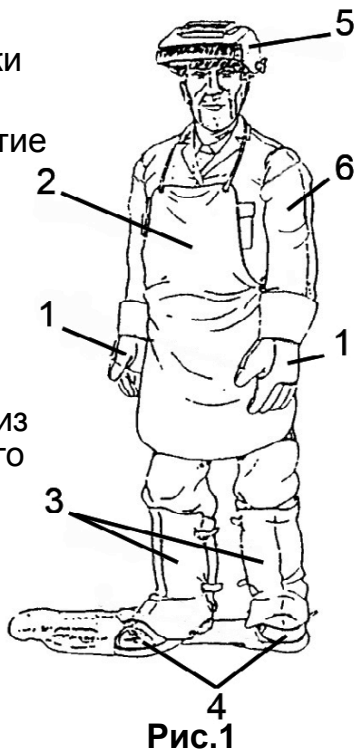

Рис.1
• Для защиты собственного тела используйте невоспламеняемую, плотно подогнанную одежду без карманов и отворотов на брюках. Перед тем как надеть одежду, с нее должны быть тщательно удалены масло и смазка. Используйте закрытую защитную обувь со стальными носками и с резиновыми подошвами (рис. 1).